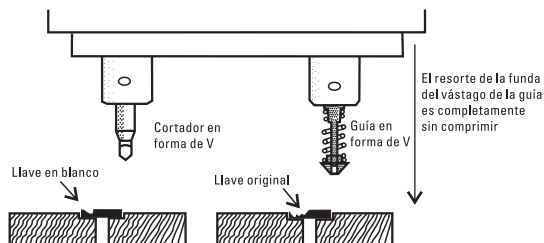

Figura 14
3. Retire el cortador y guía en forma de W, entonces gire el perno de ajuste de profundidad vertical (6) en dirección a las manecillas del reloj hasta que no haya espacio en el eje para la funda del vástago de la guía. Apriete el perno de fijación de profundidad vertical (6) en dirección a las manecillas del reloj. Instale el cortador en forma de V y la guía con resorte en el orificio del eje (figura 14). (Haga que la guía se extienda fuera de la mordaza alrededor de 7 mm. Entonces apriete el tornillo de fijación.
4. Presione lentamente hacia abajo el mango de alimentación vertical (8) para presionar el resorte de la guía hasta que la guía toque la superficie de la abrazadera., después asegure el tornillo de fijación de profundidad vertical (8) en dirección de las manecillas del reloj.